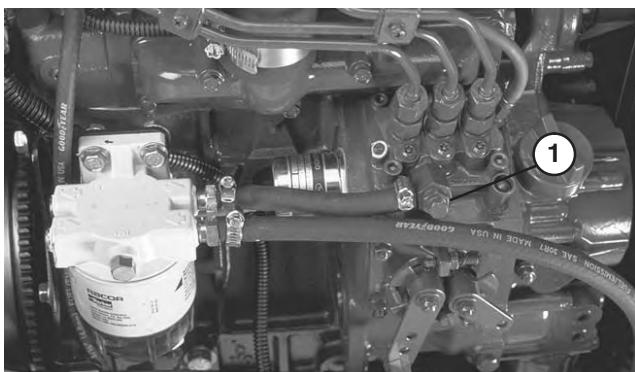

Figure 35
- Desserrez la vis de purge sur la pompe d'injection (Fig. 35).